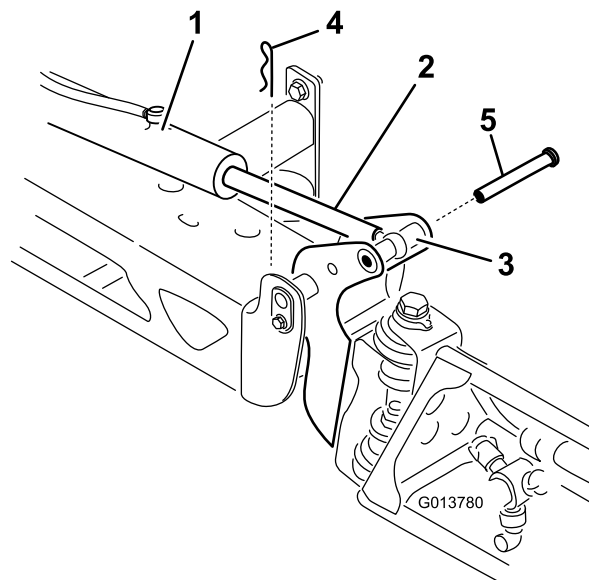

Figura 58
3. Sollevate la barra, togliete il perno (Figura 58) e fate scendere lentamente la barra a terra.
2. Togliete la coppiglia dal perno di articolazione (Figura 58).
9. Tenete ferma la barra e inserite il perno attraverso il perno della barra e l'asta dell'attuatore (Figura 58).